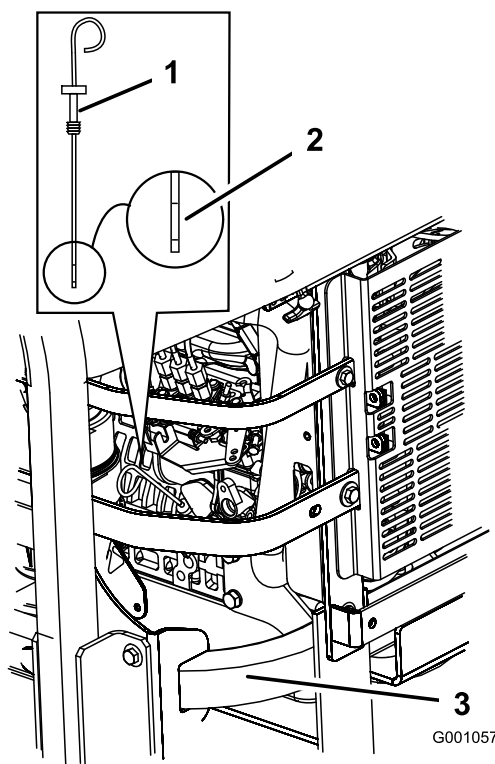

Figura 35
3. Pulite attorno all'asta di livello (Figura 35) in modo che la morchia non possa penetrare nel foro di rifornimento e danneggiare il motore.
4. Estraete l'asta di livello dell'olio e pulite l'estremità metallica (Figura 35).
5. Inserite a fondo nel tubo di rifornimento l'asta di livello dell'olio. Estraete l'asta e controllate l'estremità metallica (Figura 35). Se il livello dell'olio è basso, versate lentamente dell'olio nel foro di rifornimento solo quanto basta per portare il livello al segno Full.